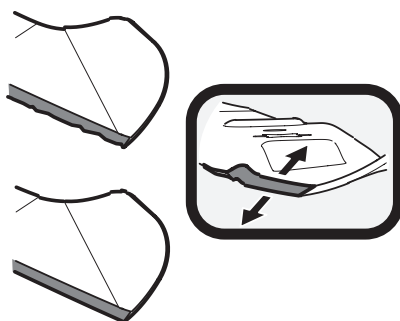

Figura 36
1. Para afilar las cuchillas de corte correctamente, extraiga cantidades iguales de metal de ambos extremos de las cuchillas a lo largo de los bordes cortantes, paralelo al borde de caída, a un ángulo de 25° a 30°. Afile siempre cada borde de las cuchillas de corte de forma pareja para mantener un centrado adecuado entre las mismas. Consulte la Figura 36.